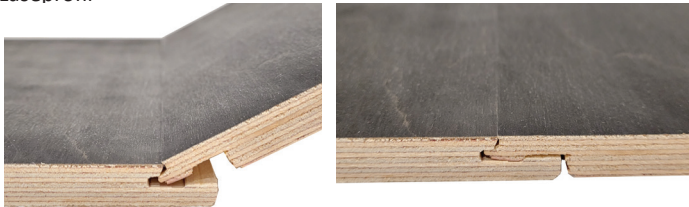
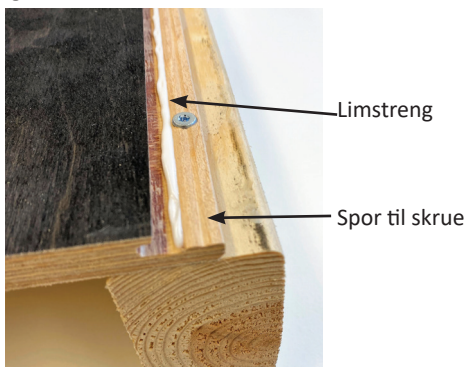

Fig. 1
Fig. 2
- Låseprofil (fig. 1)
Plateskjøten skal limes med en ca 1-2mm tynn limstreng nede i profilen (fig.2), evt. overskytende lim tørkes bort. Anbefalt limtype er Casco vinterlim eller tilsvarende.
Etter at du har kontrollert at underlaget er jevnt, kapper du fjæren av første plate før du setter den opp til veggen. Den kappede siden skal inn mot hjørnet. Første plate må loddes opp. Fest deretter platen i noten med 20-25 cm festeavstand. Se fig.2 for plassering av festemateriell. Platen festes deretter langs gulv/tak, som senere skjules med Smartpanel listverk. Påfør lim i noten før neste plate forsiktig føres inn i klikkprofilen og deretter vippes inn mot veggen, se fig.1. Ved glipe mellom platene etter sammenføring, kan Smartpanel slagkloss benyttes for å banke platene forsiktig sammen. Klossen er tilpasset klikkprofilen for å ikke skade platene. **NB!** Platene skal gli lett sammen - ikke press plata inn mot veggen ved motstand. Da vil klikklåsen ødelegges, og skjøten bli synlig. Slike skader er ikke reklamasjonsberettiget. **Husk:** dersom det benyttes krampepistol må lufttrykket kontrolleres før montering.